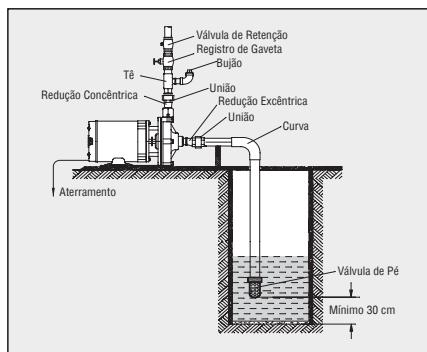
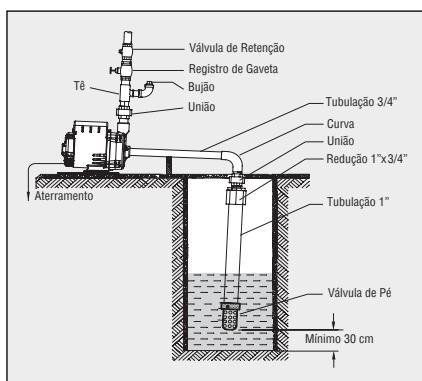

Figura 5 - Esquema de Instalação
Figura 6 - Esquema de Instalação
- ① Instale a bomba o mais próximo possível da fonte de captação de água, garantindo a ausência de sólidos em suspensão tais como: areia, galhos, folhas, pedras, etc.
- ② O local de instalação da motobomba deverá ser seco, de fácil acesso para manutenção e inspeção, com espaço adequado para ventilação do motor.
- ③ Não exponha a bomba à ação do tempo, proteja-a das intempéries (sol, chuva, poeira, umidade, etc.).
- ④ Fixe a bomba sobre uma base rígida e regular (de preferência de concreto ou alvenaria), isenta de vibrações. Procure manter um pequeno declive no sentido da captação.
- ⑤ Para adequar o diâmetro da tubulação ao diâmetro dos bocais da bomba, a fim de evitar a permanência de bolsões de ar na instalação, expressamente recomendamos usar redução concêntrica na instalação vertical e redução excêntrica na instalação horizontal (Figura 5). Caso tenha dificuldade de adquiri-las no mercado, faça a redução na parte vertical da instalação (Figura 6). Importante destacar que a orientação é instalar o produto próximo da fonte de captação (poço/cisterna).
- ⑥ Utilize o mínimo possível de conexões na instalação, dando preferência sempre às curvas no lugar dos joelhos.
- ⑦ No caso das bombas com bocais de rosca, sugerimos instalar (próximo aos bocais) uniões, tanto na tubulação de sucção como no recalque para facilitar a montagem e desmontagem do conjunto.
- ⑧ Faça suportes para sustentar o peso das tubulações, para que o mesmo não pressione a bomba.
- ⑨ Instale a válvula de retenção (válvula de pé) no mínimo a 30 cm do fundo do local da captação, garantindo uma coluna de água suficiente para que não entre ar pela mesma.
- ⑩ Vede todas as conexões com vedante apropriado, evitando assim, a entrada de ar.